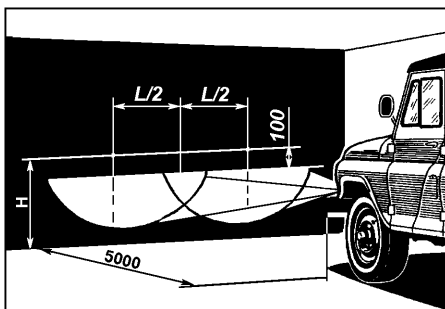

Рис. 9.47. Разметка экрана для регулировки противотуманных фар:
**Противотуманные фары** регулируйте так, чтобы световые пятна на стене или экране были расположены, как показано на рис. 9.47. Для замены лампы поверните патрон в сборе с лампой против часовой стрелки и выньте его из гнезда.